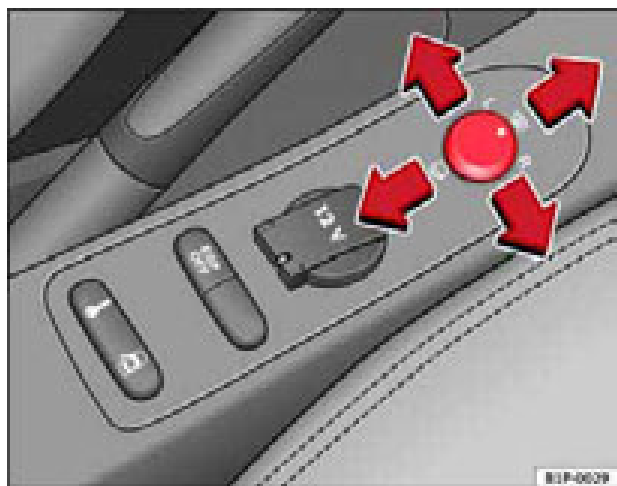

Fig. 87 Mando de los retrovisores exteriores
1. En primer lugar, gire el mando ⇒ **fig. 87** hasta la posición **L** (**retrovisor izquierdo**).
- Gire el mando hacia delante, en la posición central ⇒ **fig. 87** **1**, para que los retrovisores térmicos se calienten y la función de cristal parabrisas calefactable* en la zona de reposo de las escobillas, quede activada. ⇒ página 125
- Gire el mando ⇒ **fig. 87** hasta la posición para plegar los retrovisores exteriores. Para evitar daños en el vehículo, debería plegar los retrovisores exteriores siempre que utilice un túnel de lavado automático.